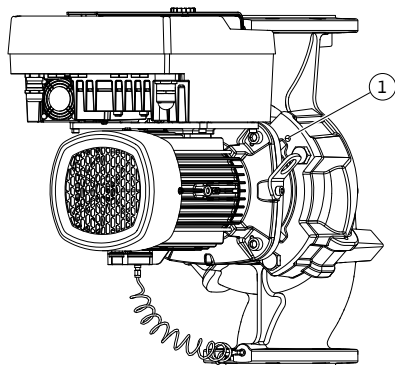

Fig. 10: Wypchnięcie głowicy silnika przez gwintowane otwory
- Wycisnąć głowicę silnika (patrz Fig. 4) z korpusu pompy. W zależności od typu pompy (patrz Fig. I do Fig. IV) istnieją dwa różne podejścia. W przypadku typu pompy (Fig. III oraz Fig. IV) śruby (poz. 29) należy wykręcić. Należy wykorzystać położone obok dwa otwory gwintowane (Fig. 10, poz. 1) i użyć odpowiednich śrub dostarczonych przez użytkownika (np. M10 x 25 mm). Dla tego typu pompy (Fig. I i Fig. II) wykorzystać dwa otwory gwintowane M10 (Fig. 104). Do tego celu należy użyć śrub dostarczonych przez użytkownika (np. M10 x 20 mm). Do wypchnięcia można zastosować również szczeliny (Fig. 104, poz. 2).